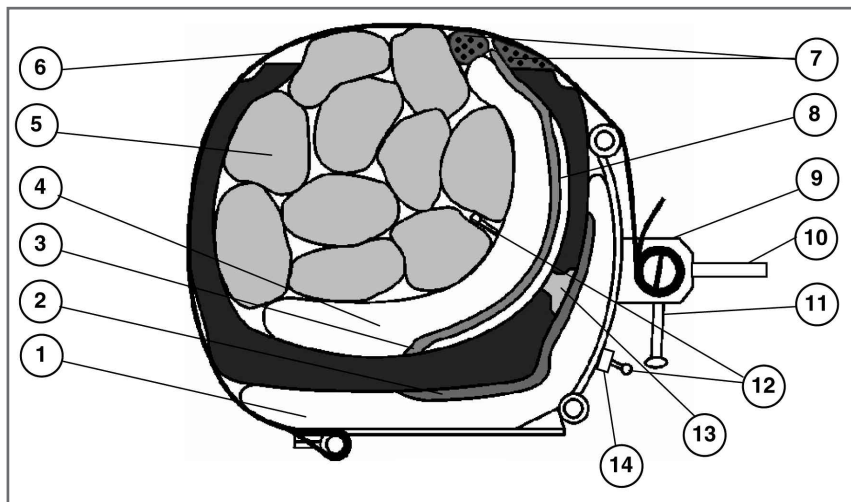

рис. 2
Внимание! Запрещается подавать давление в пневмоподушки, не установленные согласно Схемы вулканизации (рис. 2 стр. 6)
6.8 Установить наружную пневмоподушку согласно Рис.2.
Если край пластыря расположен близко к борту шины, то необходимо обеспечить выступание внутреннего гибкого нагревателя не менее чем на 40 мм от края пластыря по всей длине прилегания пластыря к борту. При этом, во избежание выхода из строя внутреннего нагревателя, необходимо обязательно установить бортовой вкладыш или уложить необходимое количество протекторных подушек (см. поз.7 Рис. 2).
6.16 Внутри шины на пневмоподушку уложить необходимое количество вкладышей (см. поз.5 Рис.2), при этом следить за тем, чтобы ниппель и быстроразъемное соединение находились между вкладышами (см. Рис.2).
6.18 Перемещая рукоятки вверх, натянуть с небольшим усилием стяжные ремни, выполнив 1...1,5 оборота фиксаторов. При этом необходимо удерживать фиксаторы рычагом (поз.10 Рис.2).